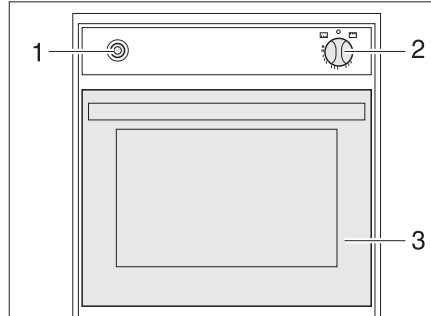

Bild 127 Gasugn
- Öppna ugnsluckan (Bild 127,3) helt.
- Tryck lätt på vridregulatorn (Bild 127,2) och ställ den på "🔥" (ugn).
- Tryck på vridregulatorn (Bild 127,2) under 5 till 10 sekunder. Gasen strömmar till brännaren.
- Tryck på tändaren (Bild 127,1) tills lågan tänds.
- Ställ vridregulatorn (Bild 127,2) på "0". Flammen slocknar.